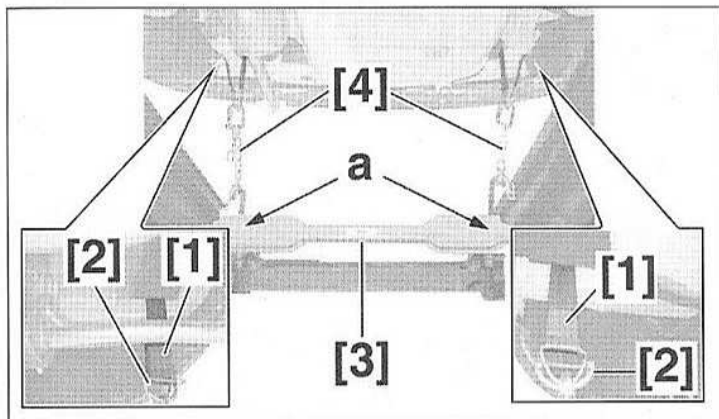

FIG.3
- Mettre en place les outils [1], [2], [3] et [4] sur l'arrière du véhicule, autour des fixations des absorbeurs de choc, en bout de longerons (Fig.3).